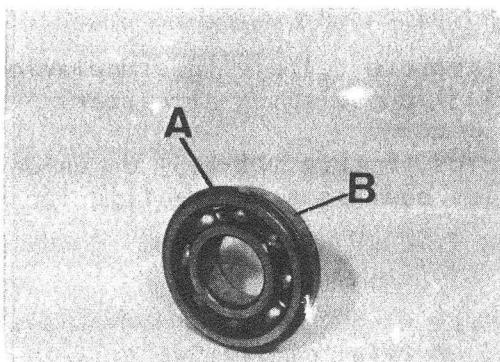

Fig. C1-112 Desmontaje rodamiento trasero
1. Desmontar el anillo elástico, A (Fig. C1-112) de tope del rodamiento, B, usado y se montará sobre el nuevo.
- 2.1. Montar el anillo elástico, A (Fig. C1-112) sobre el nuevo rodamiento, B, del eje principal.